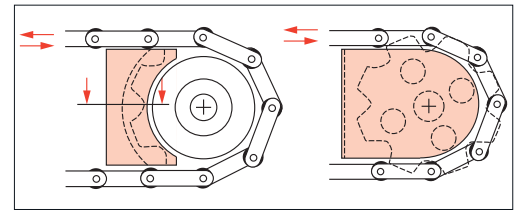

Bild 6: Gesicherte Auflaufstellen bei einem Kettentrieb.
- z. B. Verschalung oder bei Kettentrieben Sicherung der Auflaufstellen (Bild 6)